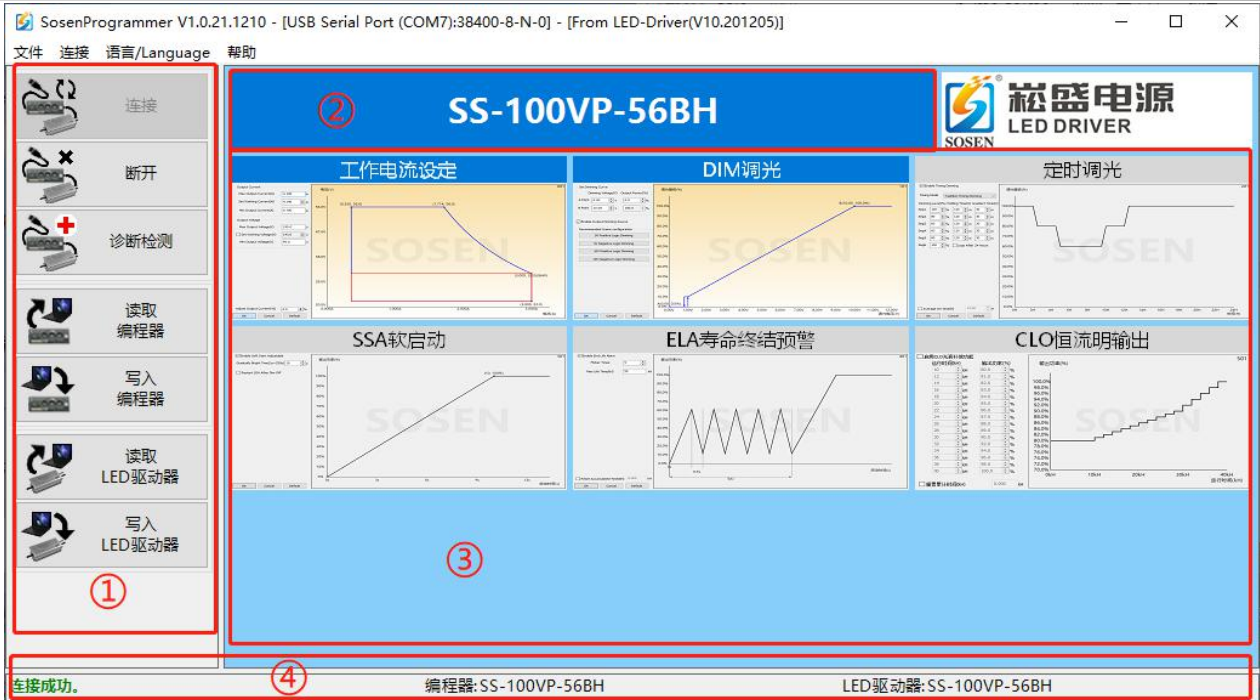

图 3
(1) 连接、读取 LED 驱动器、写入 LED 驱动器，如图 3，在框图位置①处。
如果想恢复机型的默认参数，可以点击“**加载默认机型**”，如图 3，鼠标左键单击框图位置②处，选择对应机型。
(2) 修改参数，可设置电流输出，定时调光等设置，如图 3，在框图位置③处。
(3) 写入 LED 驱动器时，请确认选定的型号与已连接的 LED 驱动器型号保持一致（如图 3，框图位置④处），否则编程器会拒绝编程并报错。
**写入编程器的型号与 LED 驱动器型号必须一致**，才能写入成功，否则编程器将报错，检查型号是否一致如图 3，框图位置④处。